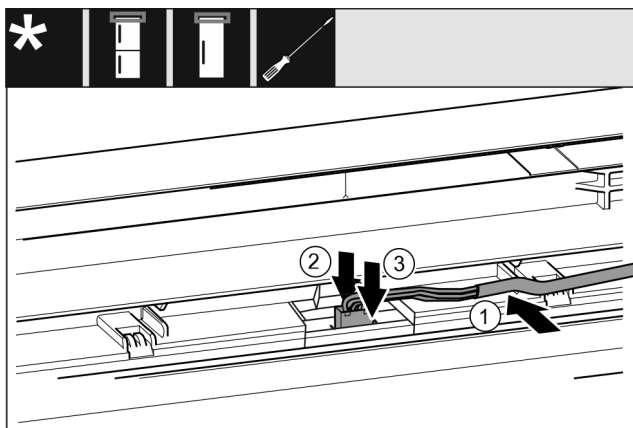

Fig. 32
- ▶ Sivý kábel vložte do vedenia v horných dverách. Fig. 32 (1)
- ▶ Výstupok potlačte dozadu Fig. 32 (2)
- ▶ Zaklapnite zástrčku. Fig. 32 (3)